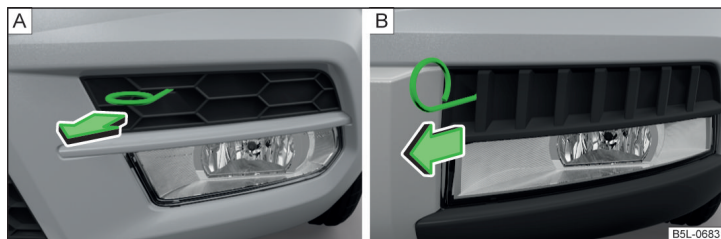

Fig. 198 Grilajul de protecție: Varianta 1 / varianta 2
- › Desprindeți grilajul de protecție în direcția săgeții » fig. 198 cu ajutorul etrierului pentru extragerea capacelor integrale de roți » pagina 189, *Trusa de scule*.
Înainte de înlocuirea becului, demontați grilajul de protecție pentru farurile de ceață » fig. 198 la pagina 209, respectiv » fig. 199 la pagina 209.